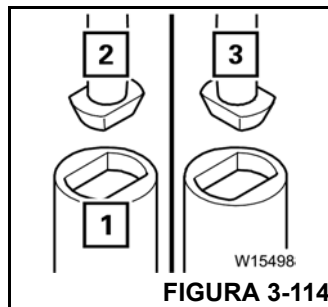

FIGURA 3-114
Se os cilindros de elevação (1) (Figura 3-114) forem ser movidos para os recortes, então os cilindros de elevação devem estar na posição destravada (2).